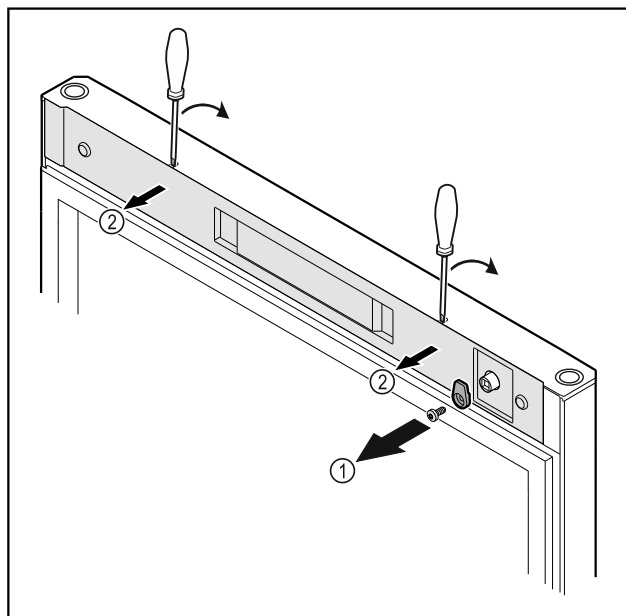

Fig. 11
- ▶ Развинтете затварящата кука Fig. 11 (1).
- ▶ Откопчайте капака Fig. 11 (2) с малка отвертка и го свалете.